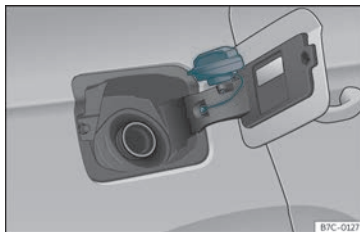

Fig. 210 Tapa do depósito co tapón encaixado.
- Colóqueo no espazo que hai na bisagra da tapa aberta»» **fig. 210**.